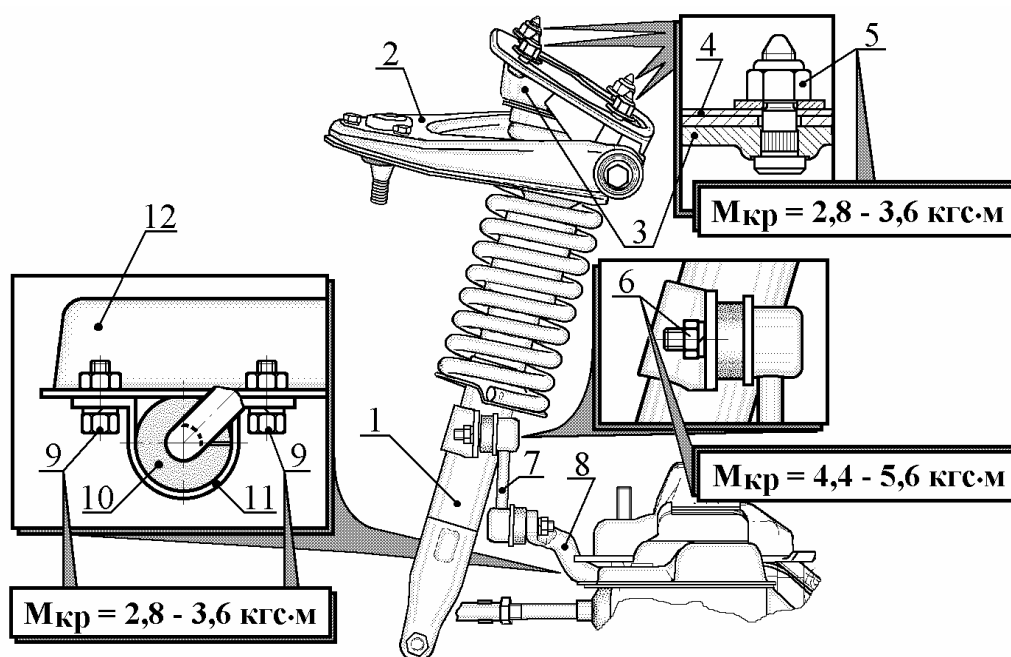

Рис. 8. Установка пружинных стоек с верхними рычагами 4 и кронштейнами 5 в сборе и штанги стабилизатора поперечной устойчивости со стойками и подушками в сборе:
5.1. Установить левую и правую пружинные стойки 1 (рис. 8) с верхними рычагами 2 и кронштейнами 3 в сборе в последовательности, обратной снятию (см. пп. 4.11, 4.12).